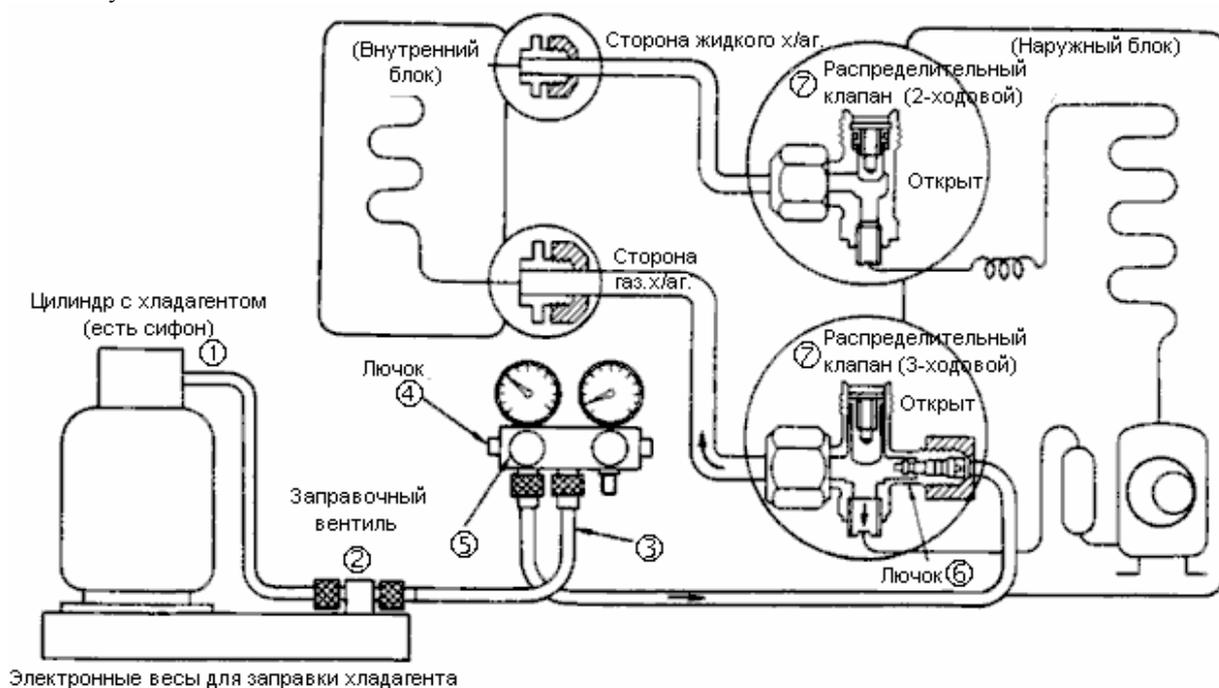

Рисунок 7. Схема дозаправки хладагента.
(2) В случае если длина труб превышает стандартную, необходимо произвести дозаправку определенного количества хладагента. (Следующие действия производятся после шага е) в пункте (1) выше. См. рисунок 7).